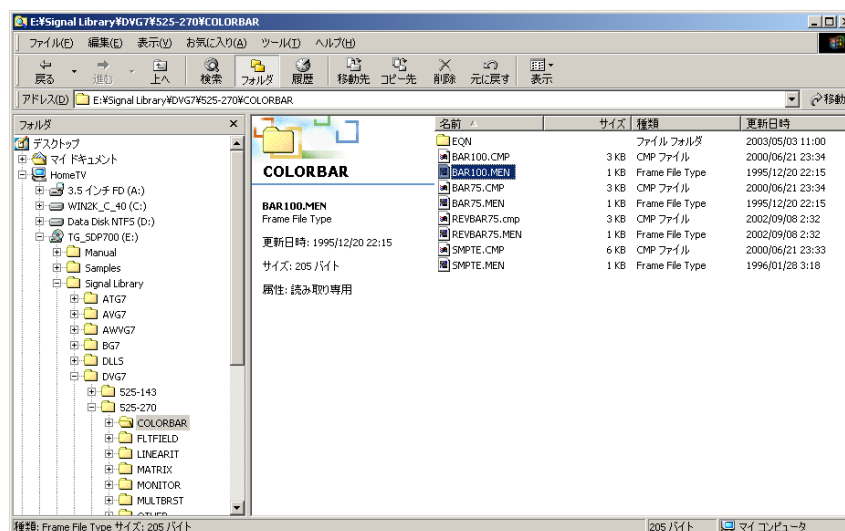

図 4 MEN ファイルの選択（BAR100.MEN）
STEP 4 テスト信号ボタン・ディレクトリから、情報を参照したいテスト信号の MEN ファイルを選択し開きます（図 4 参照）。MEN ファイルをダブル・クリックしても開かない場合は、SDP2000 の File Open メニューからファイルを開きます。MEN ファイルの名前は、8 文字の制限の中で、信号と関連した名前が付けられています。図 4 の例では、100% カラー・バー信号のファイル、BAR100.MEN を選択しています。